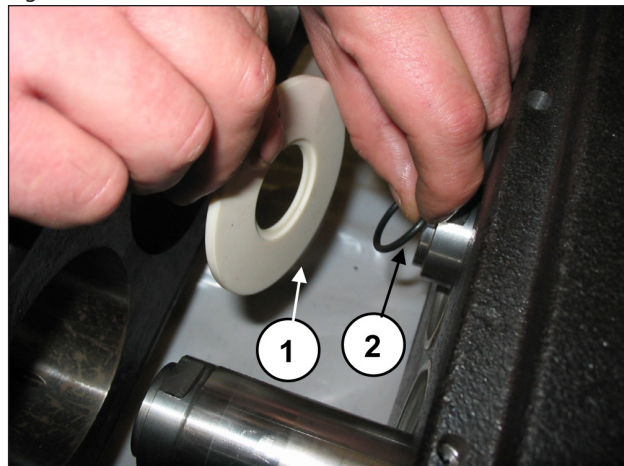

Fig. 2
Rimuovere i tre paraspruzzi completi di O-ring (pos. ① e ②, Fig. 2).